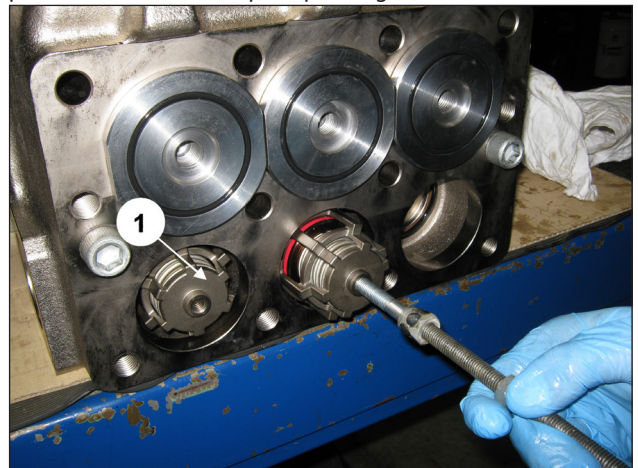

Fig. 137
Engager à fond le groupe soupape complet qui devra être positionné comme indiqué rep. ①, Fig. 137.